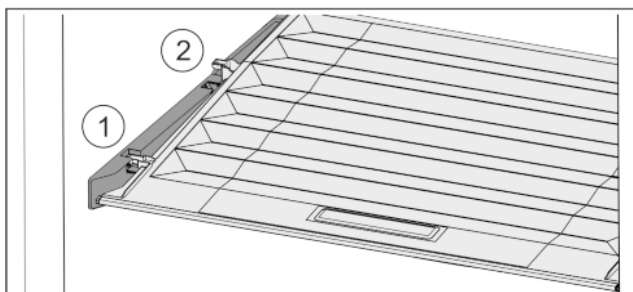

Fig. 35
- ▶ Veko potiahnite dopredu až k otvoru v prídržných dieloch Fig. 35 (1).
- ▶ Vzadu ho nadvihnite zospodu a zložte smerom nahor Fig. 35 (2).